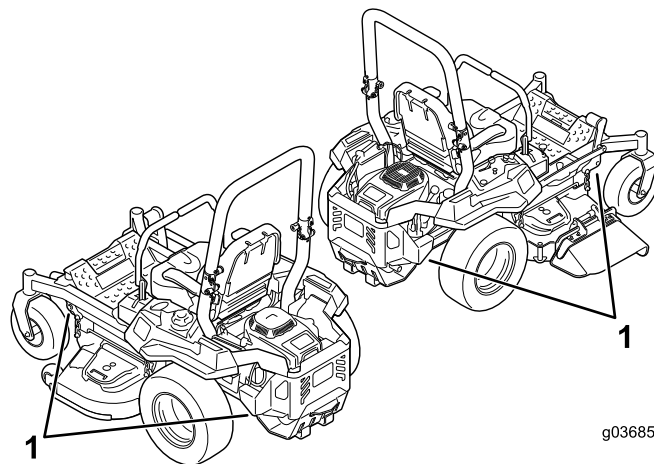

図 35
5. マシンにはロープ固定用のアイがついているので、チェーンやロープなどを使ってトラックやトレーラに機体をしっかりと固定する 図 35。